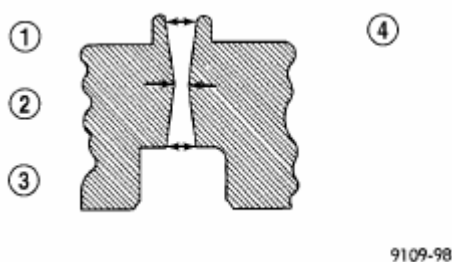

Рис. 7. Проверка износа клапанной втулки.
- (3) Удалить слой копоти и нагара с внутренних поверхностей клапанных втулок подходящим растворителем.
- (4) Замерить внутренний диаметр клапанных втулок в 3 точках: верхней, средней и нижней (Рис. 7). Если втулки не соответствуют размерам спецификации – заменить головку блока.